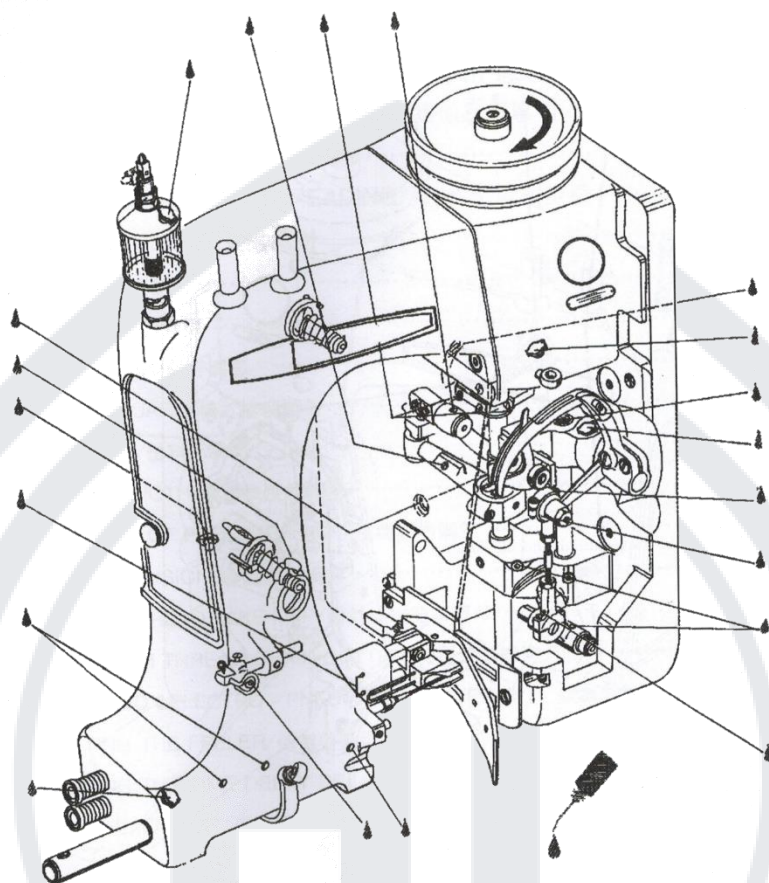

Рис. 2 Основные точки смазки деталей машины
- 6) Регулярно смазывайте подвижные детали машины (Рис. 2)
Машина подлежит проверке если она находилась на консервации в течение длительного периода времени. Очистите машину от пыли и загрязнений и добавьте смазку в основные детали машины (Рис. 2). Залейте масло для шпинделя 60 # в масляные чашки и отверстия для масла. Поворачивая шкив по часовой стрелке вручную, проверьте плавность его вращения. Удостоверьтесь, что направление вращения двигателя также направлено в правильную сторону, в противном случае необходимо поменять одну из двух фаз двигателя.
Смазка является одной из самых важных видов технического обслуживания машины. Своевременное добавление масла в движущиеся детали машины позволяет продлить срок службы машины, а также продлевает срок работы деталей. Машину необходимо смазывать не менее двух раз в течение смены, для обеспечения качественной смазки подвижных деталей (Рис. 2).